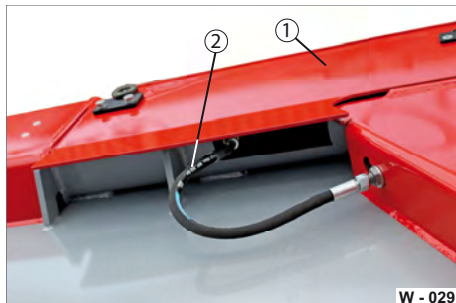

Abb. 36 Zylinder-Anschlüsse oben
- ▶ Prüfen Sie die oberen Schläuche (Abb. 36/2) auf Rissbildungen / Verformungen.